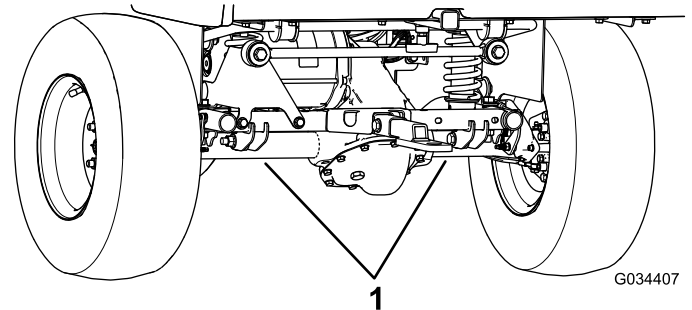

Bild 25
- Die hintere Hebestelle der Maschine befindet sich unter den Achsrohren (Bild 25).